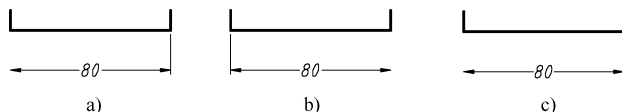

图 9-15 隐藏尺寸界线示例
- “隐藏”：“尺寸界线 1” 和 “尺寸界线 2” 复选框分别用于确定是否显示第一条尺寸界线或显示第二条尺寸界线，如图 9-15 所示。